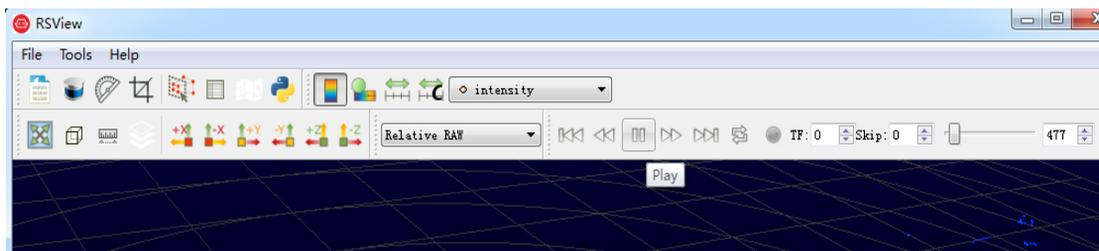

图 A-15 RSView Play 按钮和 Scrub 滑动工具
4. 点击 **Play** 按钮可以播放或者暂停数据。使用 **Scrub** 滑动工具前后滑动可以选择数据中不同位置的帧，此工具和 **Record** 按钮在同一个工具栏内(图 A-15)。